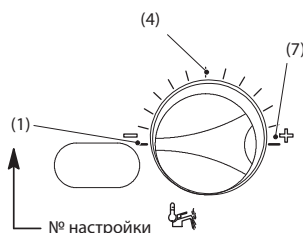

Рис. 35
- 2 Чтобы изменить настройку, поверните регулятор температуры горячего водоснабжения и установите его в **положение (1)** как указано на (Рис. 35).